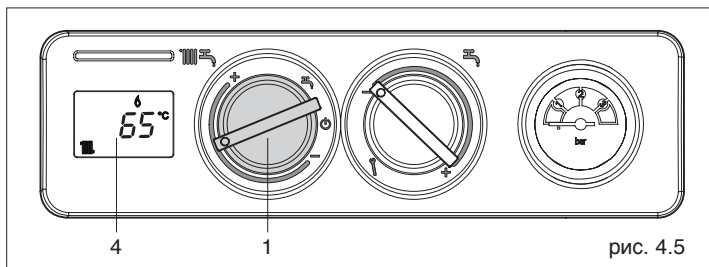

рис. 4.5
- **Режим «Зима»:** установите переключатель режимов работы (1, рис. 4.5) внутри зоны, обозначенной знаками + и - если вы хотите, чтобы котёл работал на отопление и на ГВС. Приоритет будет у функции ГВС. При запросе тепла котёл включится, на дисплее (4, рис. 4.5) отобразится температура воды в контуре отопления, значок работы в режиме отопления  и значок пламени . При запросе на производство горячей воды, на дисплее (4, рис. 4.6) отобразится температура воды в бойлере, значок работы в режиме ГВС  и значок пламени . Если на дисплее появится значок  и код аварии, значит котёл находится в режиме временной остановки (смотри параграф "Режимы работы котла и неисправности").